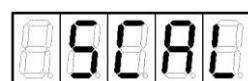

Рисунок 8
2. С помощью кнопок \leftarrow и \rightarrow пролистать меню до появления на индикаторе заголовка подменю "SCAL" (рисунок 8).